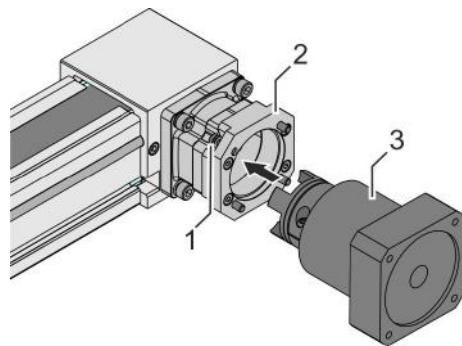

Fig. 21 : Montage du moteur
- 10.** ➔ Installer le moteur (Fig. 21 /3) sur la plaque de moteur (Fig. 21 /2).
- 11.** ➔ Serrer alternativement les 4 vis (Fig. 21 /1) en diagonale :